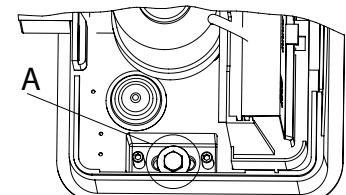

Fig. 6B
- Posizionare il motoriduttore rispettando le misure indicate nella Fig. 3. Appoggiare il motoriduttore sulla piastra in modo che esso sia in posizione di lavoro, inserire le rondelle nelle viti di fissaggio M8x50 (rif. A Fig. 6B) e avitarle effettuando solo qualche giro di filetto senza serrare.